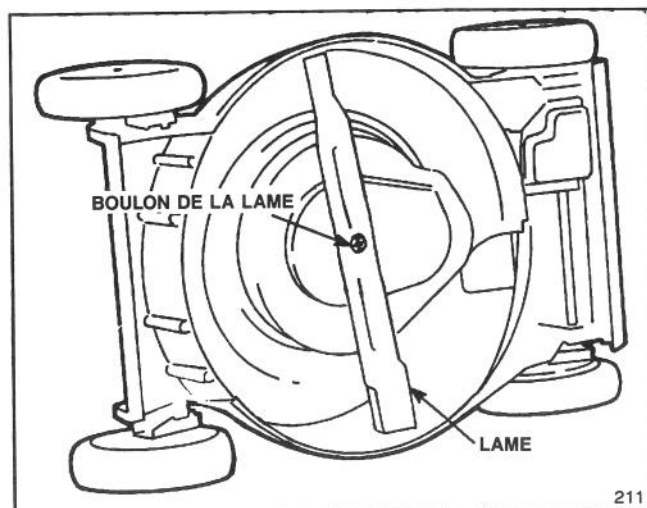

Figure 24
3. Faites basculer la tondeuse de manière à ce qu'elle repose sur son côté gauche (figure 24).
5. RETRAIT DE LA LAME—Saisissez le bout de la lame avec un chiffon ou un gant épais. Enlevez le boulon de la lame, la rondelle, la lame et la pièce de retenue de la lame (figures 24 et 26).